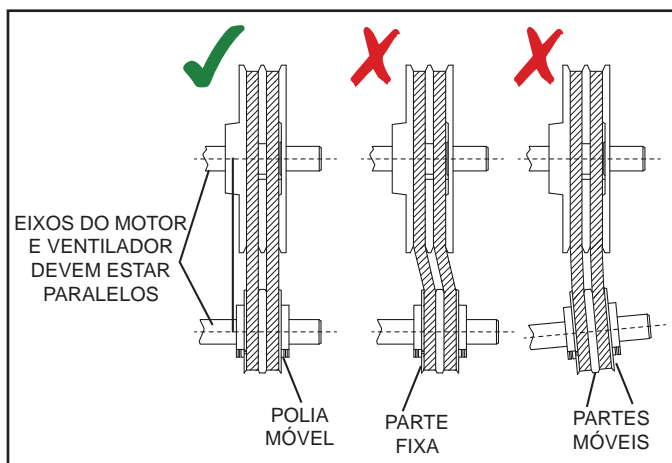

Figura 11 - Ajuste das polias
- 2º) Afrouxe o parafuso de fixação das partes móveis da polia do motor (veja Figura 11).
- 2º) Deslize-a ao longo do eixo, alinhando-a com a polia do motor. Verifique o paralelismo entre as polias. O centro das duas polias devem estar alinhados conforme mostrado na Figura 11.